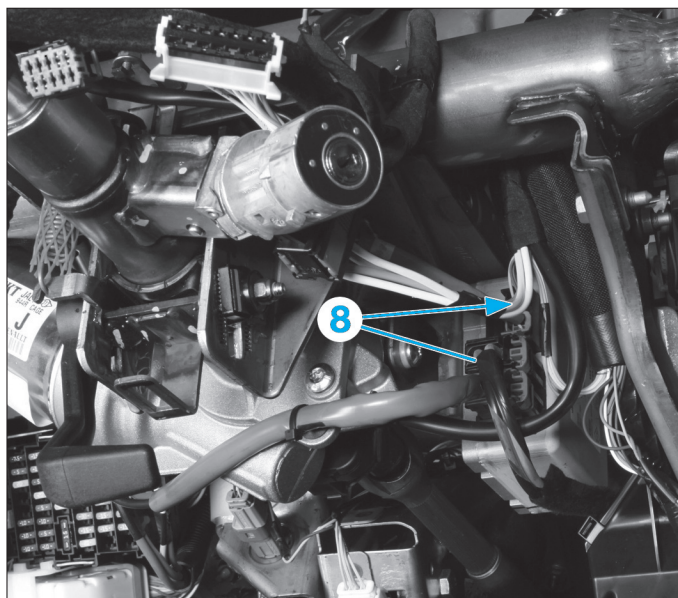

Fig. 7
- Débrancher les connecteurs (8) du calculateur de direction assistée (Fig.7).